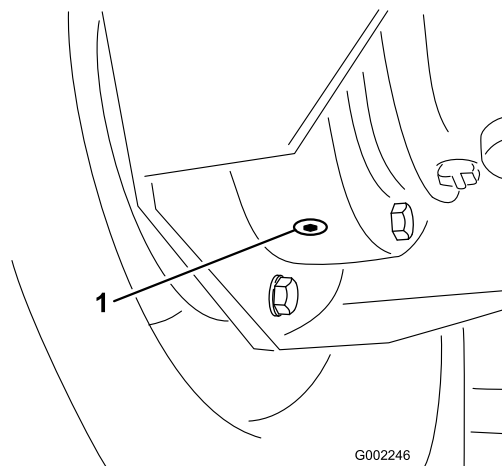

Figure 84
4. Placez un bac de vidange sous le bouchon de vidange intérieur du carter de frein et retirez le bouchon (Figure 84).